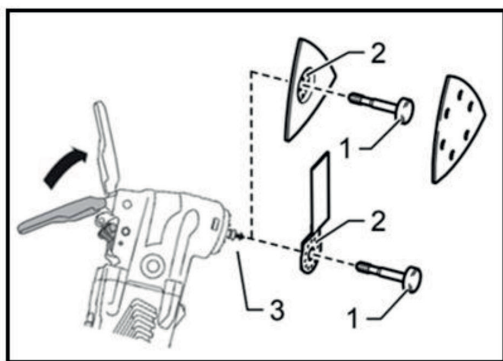

Рис. 7
2. Выверните болт крепления 1 (рис. 7)
3. Установите насадку на шпindel, совместив штифты шпинделя (3) с отверстиями (2) на хвостовике насадки (рис. 7).